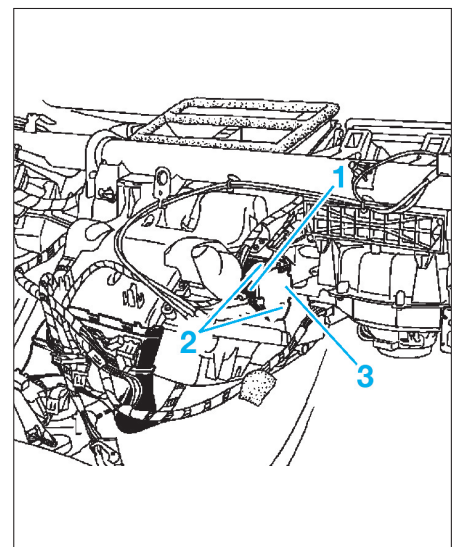

FIG. 23
- Débrancher le connecteur (1) (fig. 23).
- les vis de fixation (2).
- le moteur de mixage droit (3).